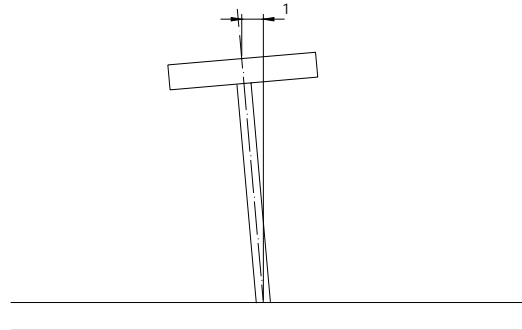

图 2 腹板与底板的垂直度误差
5.3.2 纵骨的装配公差为  $\pm 1.0\text{mm}$ ，纵骨腹板与底板垂直度小于  $\pm 1.0\text{mm}$ ，不得大于  $1.5\text{mm}$ ，如图 2 所示。